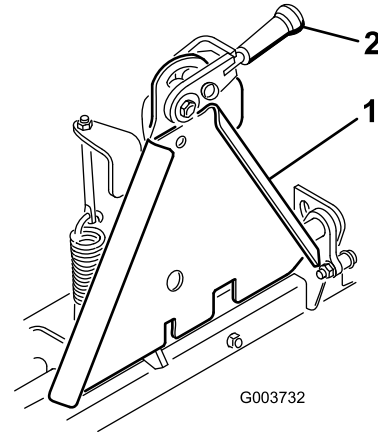

Figura 1
Nota: Asegúrese de que la palanca de bloqueo (Figura 1) está girada a la izquierda (posición desbloqueada), vista desde la parte delantera de la máquina.
5. Gire la palanca de bloqueo a la derecha para unir y bloquear los adaptadores (Figura 1).